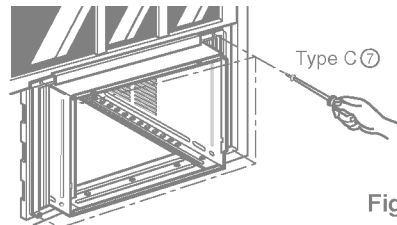

Fig. 6
- Fixez chaque volet d'étanchéité ① à la coulisse de châssis à l'aide de vis de type C ⑦. (Voyez la fig. 6.)